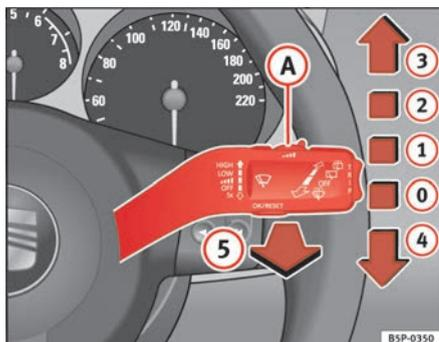

Abb. 85 Scheibenwischer- und Scheibenwischerhebel
Der Scheibenwischerhebel \Rightarrow Abb. 85 hat folgende Stellungen:
- Wenn bei eingeschalteter Wischerstufe ⇒ Seite 123, Abb. 85  oder  das Fahrzeug anhält, wird automatisch auf die nächste Stufe heruntergeschaltet. Fährt das Fahrzeug wieder an, wird erneut auf die eingestellte Wischerstufe hochgeschaltet.